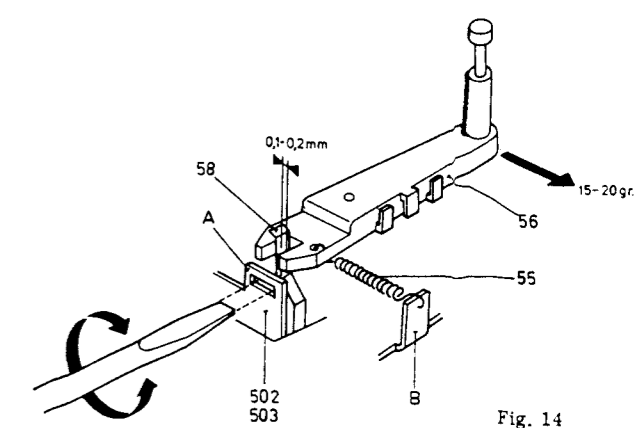

Fig. 14
4. Einstellen des Bandzuges (Abb. 14 und 20)
- Einstellen geschieht durch Biegen von Nocken A (siehe Abb. 14).
- Einstellen geschieht durch Biegen von Nocken B (siehe Abb. 14).